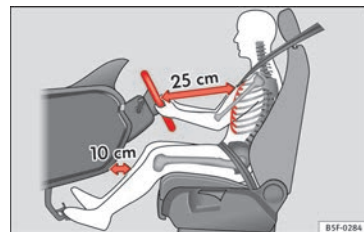

Fig. 94 Distancia correcta entre el conductor y el volante.
- Ajuste el volante de modo que quede una distancia mínima de 25 cm entre el volante y el tórax » fig. 94.
- Coloque el asiento del conductor de forma que quede una distancia mínima de 25 cm entre el tórax y el centro del volante » fig. 94. Si la distancia es inferior a los 25 cm, el sistema de airbags puede no protegerle correctamente.